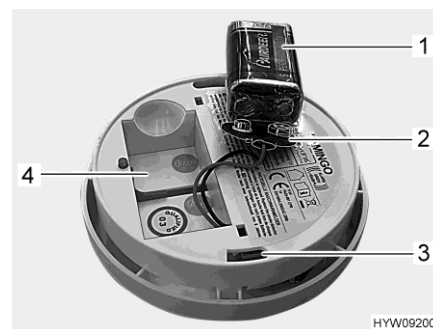
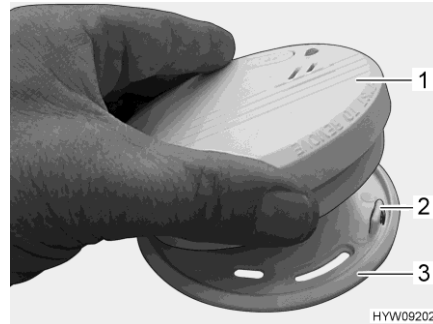

Bild 115 Rauchmelder (Rückseite)
Bild 116 Rauchmelder anbringen
- Batterie herausnehmen und vom Batterieclip (Bild 115,2) trennen.
- Neue Batterie (Bild 115,1) am Batterieclip (Bild 115,2) anschließen. Dabei sicherstellen, dass die Batteriepole am Batterieclip einrasten.
- Batterie in das Batteriefach (Bild 115,4) legen.
- Rauchmelder (Bild 116,1) an der Halterung (Bild 116,3) ansetzen. Die Haltenasen (Bild 116,2) müssen in die Öffnungen (Bild 115,3) im Rauchmelder greifen.